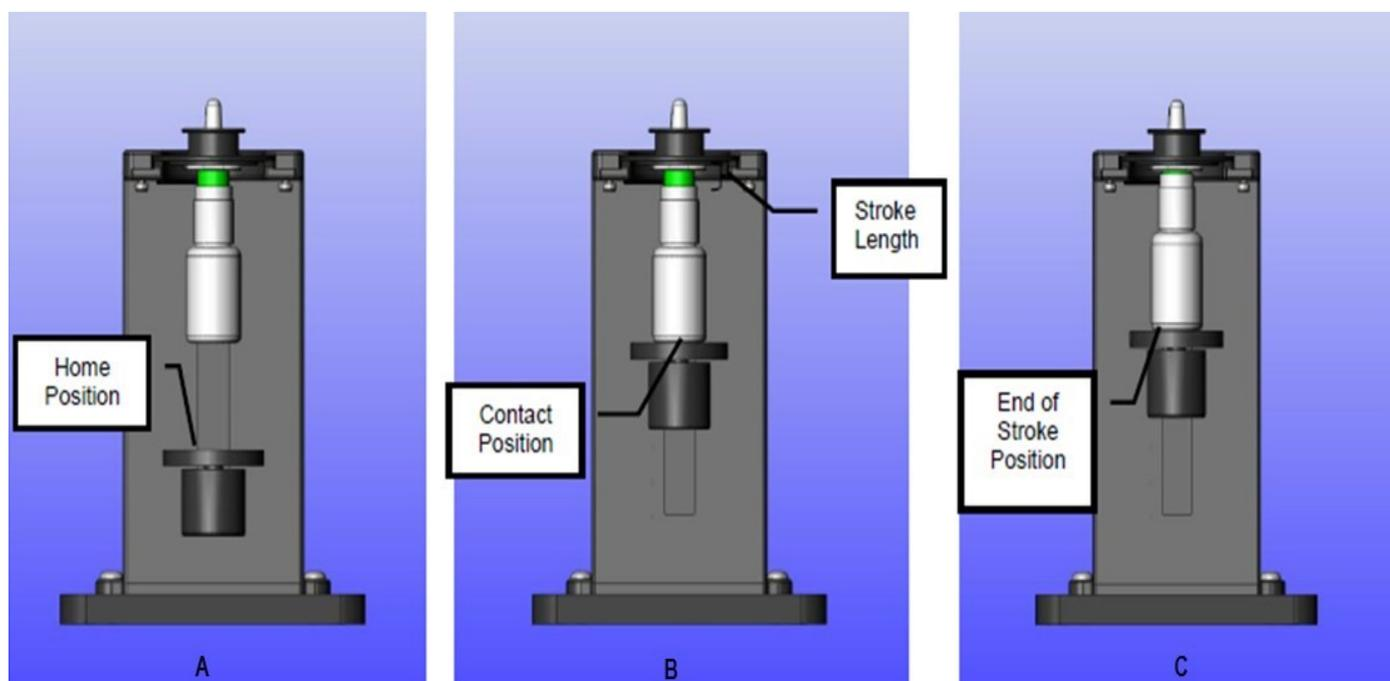

Figura 15. Posições de atuação automatizada (exemplo do modelo NSx do atuador Vereo).
b) Revisão de posições de atuação automatizada: Todos os atuadores Proveris funcionam com controle posicional e usam as três posições conforme Figura 15, para que acione um dispositivo: (Posição inicial
– Posição de referência para o atuador, Figura 15 A; Posição de contato – Posição onde o atuador toca apenas o fundo do frasco (spray nasal) ou a parte superior do recipiente (MDI), considerando que a distância entre a posição inicial e a posição de contato depende do tamanho e formato do dispositivo, Figura 15 B; Posição de fim de curso – Posição onde o dispositivo foi totalmente comprimido pelo atuador, considerando que a distância entre a posição final do curso e a posição de contato é o comprimento do curso do dispositivo, Figura 15 C).